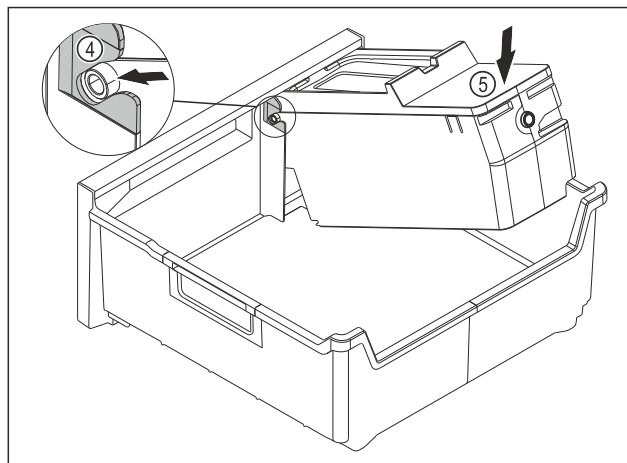

Fig. 109
- ▶ Montare il corpo dell'EasyTwist-Ice: Inserire gli assi del corpo dell'EasyTwist-Ice nelle guide Fig. 109 (4).
- ▶ Spingere il corpo dell'EasyTwist-Ice Fig. 109 (5) posteriore verso il basso.